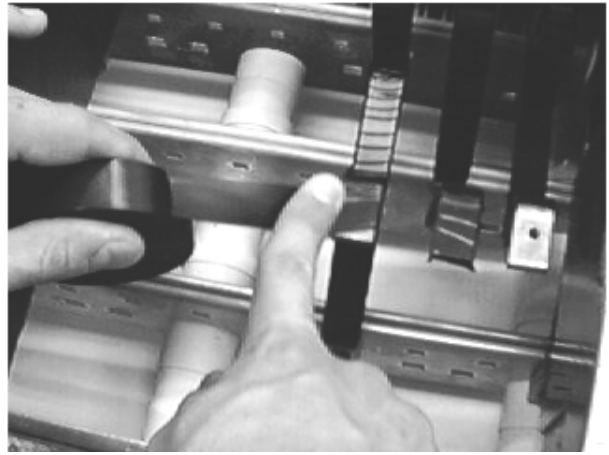

Figure 3. Isolation des surfaces de contact inutilisées de la barrette.
- 6. Isoler les surfaces de barrettes inutilisées.** Appliquer de multiples couches d'isolation aux surfaces de barrettes inutilisées, tel que montré à la Figure 3. Un ruban de thermoplastique reconnu UL 105° C est nécessaire (OANZ 22, tel que Permacel P-30-105 ou 3M 66R). Faire chevaucher plus de la moitié de chaque tour précédant, tel que montré, afin d'obtenir une épaisseur de ruban minimale de 0.013 pouce.